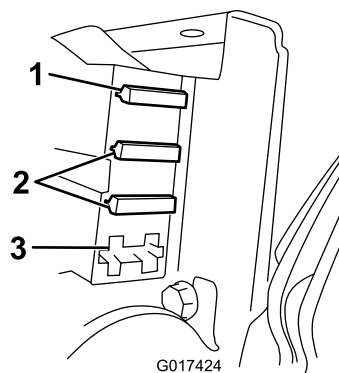

Figura 36
3. Instale os fusíveis de no bloco de fusíveis (Figura 36).
- Se qualquer dos fusíveis estiver fundido, substitua-o por um fusível com voltagem e amperagem correctas (Figura 36).